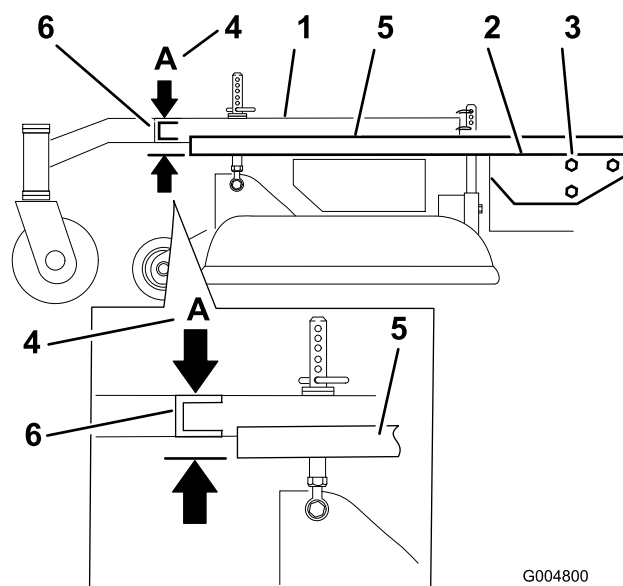

Figura 60
3. Coloque una regla larga en la parte superior de la plataforma del motor según se ilustra en la Figura 60.
4. En la ranura transversal del bastidor de tiro, mida la altura en la posición **A** (Figura 60).
6. Afloje los pernos de montaje del bastidor de tiro en los dos lados de la máquina (Figura 60).
7. Alinee el bastidor de tiro y la plataforma del motor para que tengan una altura de 33 mm (1-5/16 pulg.), con una tolerancia de más o menos 6 mm (1/4 pulg.) en la posición **A** (Figura 60).